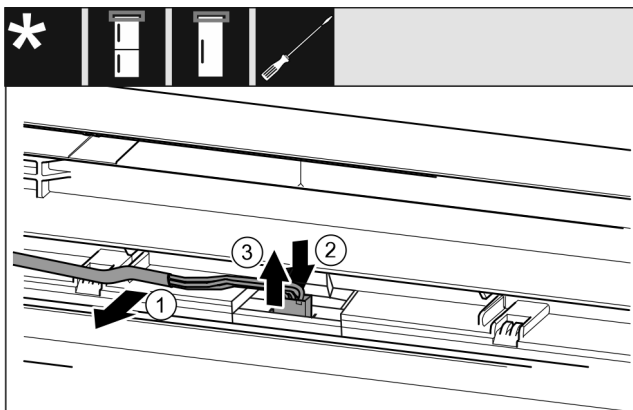

Fig. 20
- Desprindeți cu precauție cablul gri din ghidaj în ușa. Fig. 20 (1)
- Apăsați eclisa din spatele fișei spre înapoi. Fig. 20 (2)
- Extrageți cu precauție fișa în sus. Fig. 20 (3)